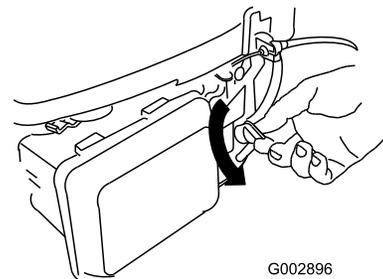

Bild 20
2. Drehen Sie den Kraftstoffhahn auf die Ein-Stellung (Bild 20).